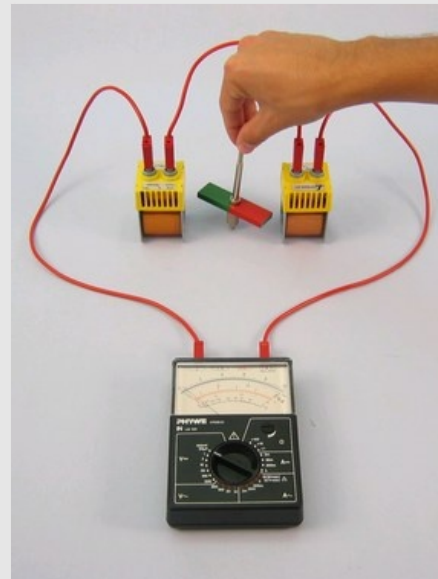

Abb. 2
- Platziere den Magneten zwischen den beiden Spulen, so dass die Pole etwa 1 cm Abstand von den Spulen haben. Vgl. Abb. 2.